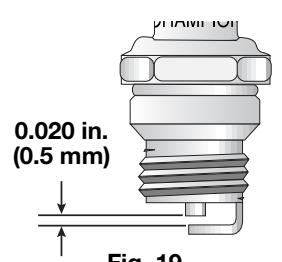

Fig. 19
3. Cambie las bujías que estén rajadas, sucias o deterioradas. Fije la separación de aire a 0,5 mm (0,020 pulgadas) utilizando un calibrador (Fig. 19).